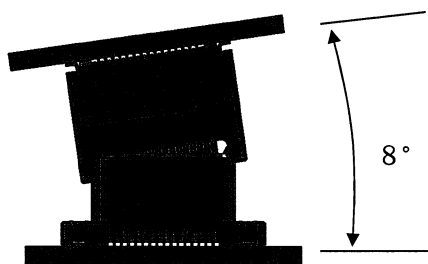

図 1 / Fig.1
- ・誘い込み時の角度は図1～図2になりますので、記載角度以下で位置決めをして下さい。
Figure 1 and 2 show guiding angle. Please locate it below the described angle.